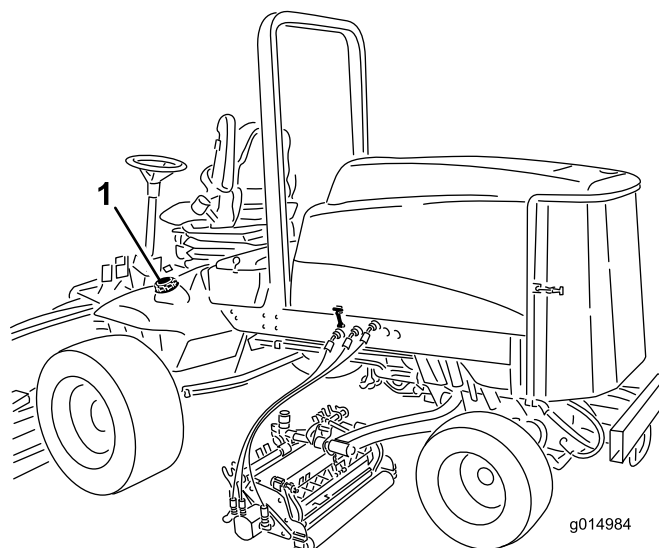

Figure 31
1. Enlevez le bouchon du réservoir de carburant (Figure 31).